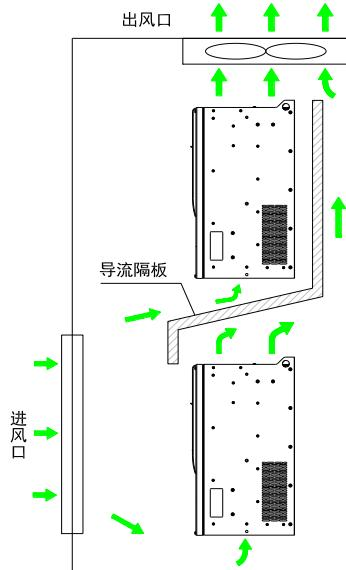

图 3-4 上下排安装要求
- 垂直向上安装变频器, 便于热量向上散发。若柜内有多台变频器时, 请并排安装。在需上下安装的场合, 请参考图 3-4, 安装隔热导流板;